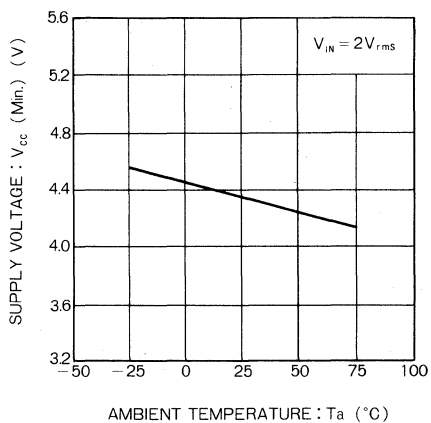

Fig.6 16点目点灯限界電源電圧—周囲温度特性
- 2) 16 点目の電源電圧による点灯限界は, 温度により Fig.6 に示すような特性をもっていますので注意してください。